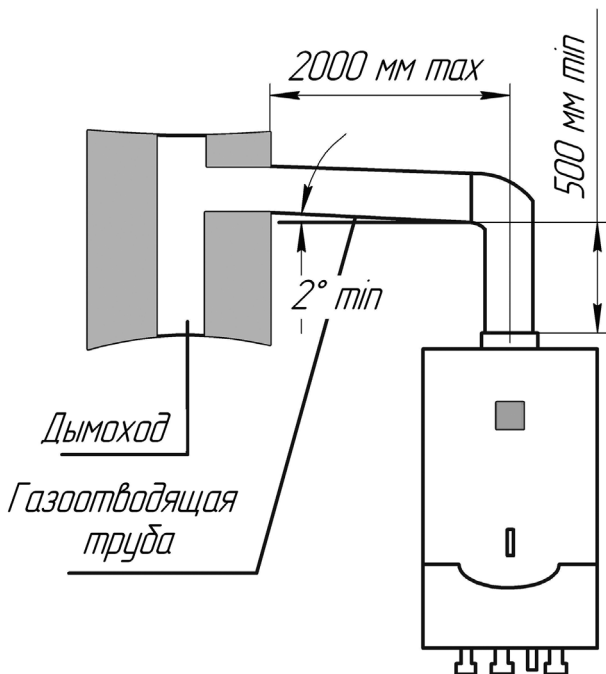

Рис. 2. Подключение аппарата к дымоходу.
11.1. Наиболее распространенная схема подсоединения газоотводящей трубы представлена на рис.2.